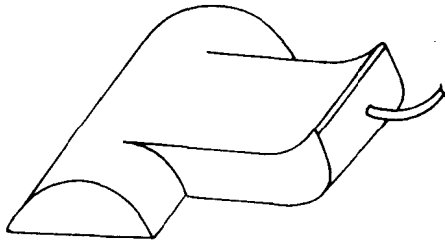

图 1-2 手动扫描仪
3. 扫描仪 是一种图像输入设备,它可以迅速地将黑白或彩色图像输入到计算机内。扫描仪有台式与手动式两大类,微机系统常配置手动式扫描仪见图 1-2,用扫描仪对正文或图形进行扫描,即可将正文、图形图像送入计算机进行处理。